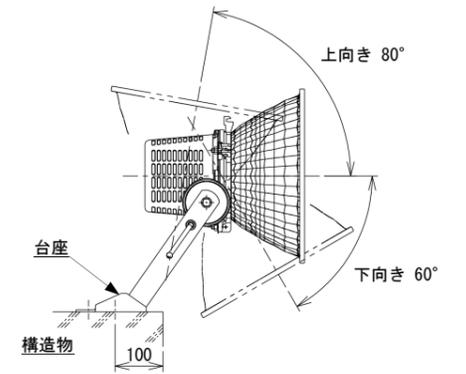

図4
- 投光器の使用可能角度範囲(図3、図4)をご確認のうえ、構造物と干渉しないように投光器を取り付けてください。投光器が構造物に触れた状態で設置された場合、落下、火災の原因となることがあります。
- 投光器は、図4の照射角度範囲内でご使用ください。
照射方向を下向きにする場合は構造物と取付台との位置関係を図4のようにして反射鏡が構造物に触れないように設置してください。